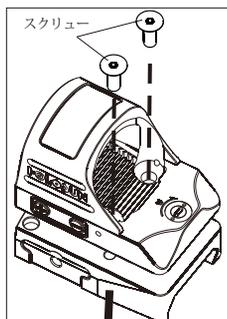

Fig 3-1
1. 図3-1のように2本のねじを取り外し、HS507Cのマウントを取り外します。
- 1) ねじ1,2を緩めて、マウントからサイトを取り外してください（図3-1）